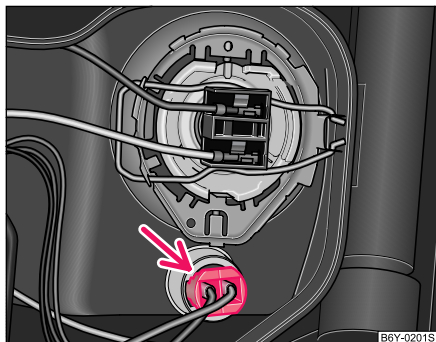

Fig. 156 Desmontaje de la bombilla para luz de posición delantera
- Extraiga del faro el portalámparas con bombilla para luz de posición ⇒ fig. 156.